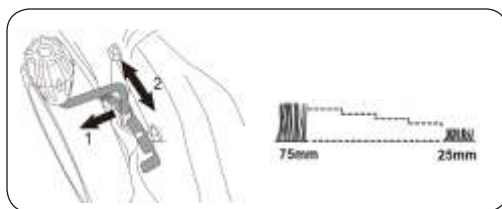

Рис. 12
**РЕГУЛИРОВКА ВЫСОТЫ СКАШИВАНИЯ** (Рис. 12).**⚠ ВНИМАНИЕ**